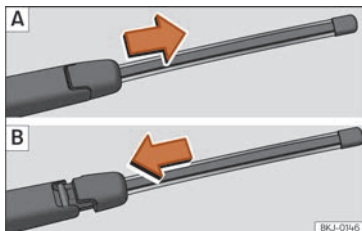

Fig. 82 Extraer y colocar la escobilla del limpiaventana.
- »» **fig. 82 A.**
- »» **fig. 82 B** y deslice el adaptador hasta que encastre.